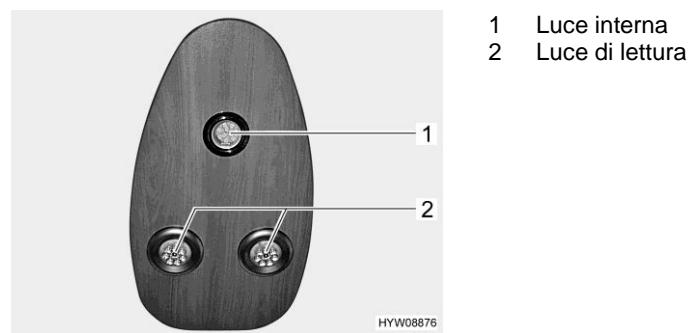

Fig. 82 Luci (cabina di guida)
La luce interna (Fig. 82,1) si accende automaticamente all'apertura tramite chiave o all'apertura di una delle porte del veicolo.
La luce interna (Fig. 82,1) si spegne automaticamente qualche secondo dopo la chiusura di tutte le porte, dopo la chiusura tramite chiave oppure dopo l'accensione del veicolo.
- Toccare una luce di lettura (Fig. 82,2). La luce di lettura è accesa.